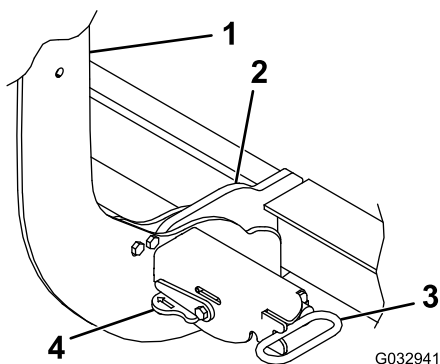

Figure 33
4. Tournez les leviers sur les goupilles à ressort la position de DÉVERROUILLAGE (Figure 33).